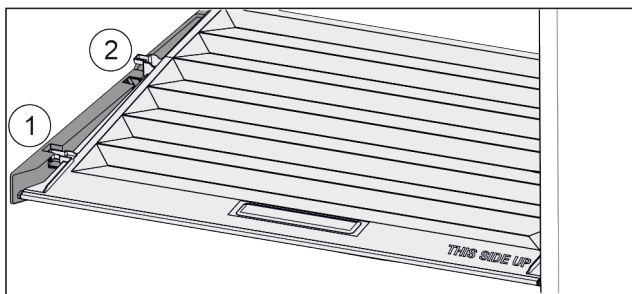

Fig. 128
- Veko potiahnite dopredu až k otvoru v prídržných dieloch Fig. 128 (1).
- Vzadu ho nadvihnite zospodu a zložte smerom nahor Fig. 128 (2).